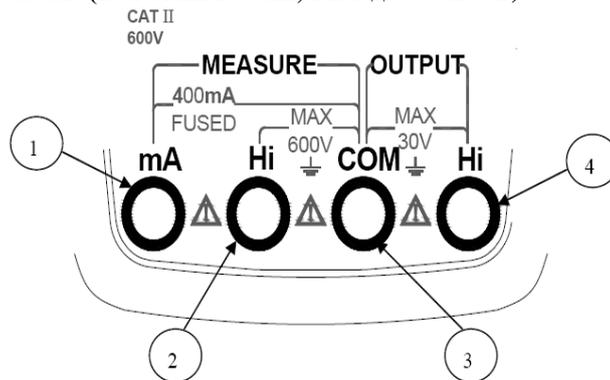

Рисунок 2. Измерительные 1,2 (MEASURE) и выходные 3,4 гнезда (OUTPUT)
- Рис. 2 и Таблица 2 описывают измерительные/выходные гнезда.